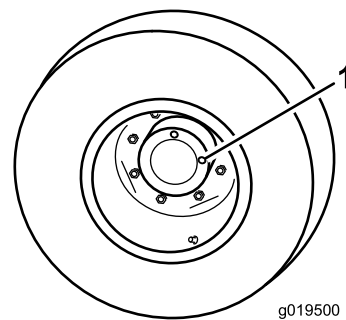

Figura 104
1. Con la macchina parcheggiata su terreno pianeggiante, posizionate la ruota in modo che un tappo di controllo si trovi a ore 12 e l'altro a ore 3 (Figura 104).
1. Tappo di controllo/spurgo (2)
2. Rimuovete il tappo a ore 3 (Figura 104).